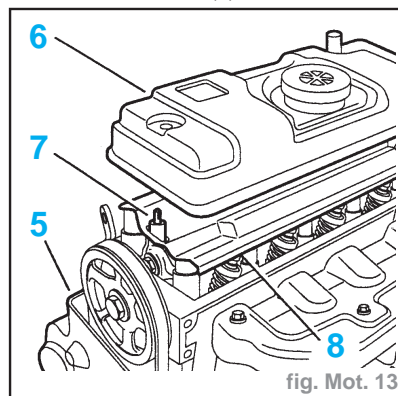

fig. Mot. 13
- culasse, ramener le tirant (4) vers le collecteur d'échappement (sur TU1).
- les carters (5) de distribution (fig. Mot. 13)
- le couvre-culasse (6)
- les deux entretoises (7)
- la tôle déflectrice (8)